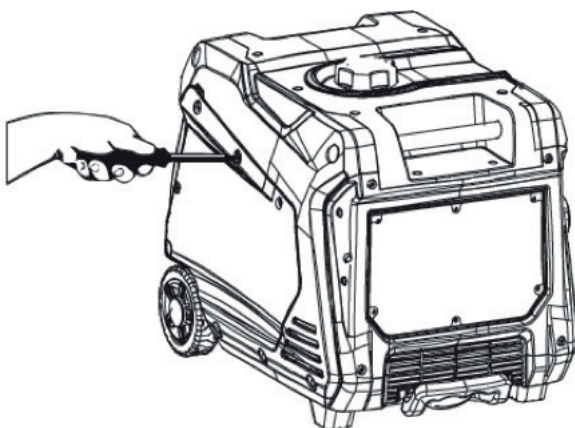

Figura 13: Quite el Panel de Servicio del Motor
2. Quite el Panel de Servicio del Motor para tener acceso al filtro de aire (ver Figura 13).
1. Quite el Panel de Servicio del Motor para acceder al carburador (ver Figura 13 en la página 16).
3. Quite el Panel de Servicio del Motor para acceder a la bujía (ver Figura 13 en la página 16).